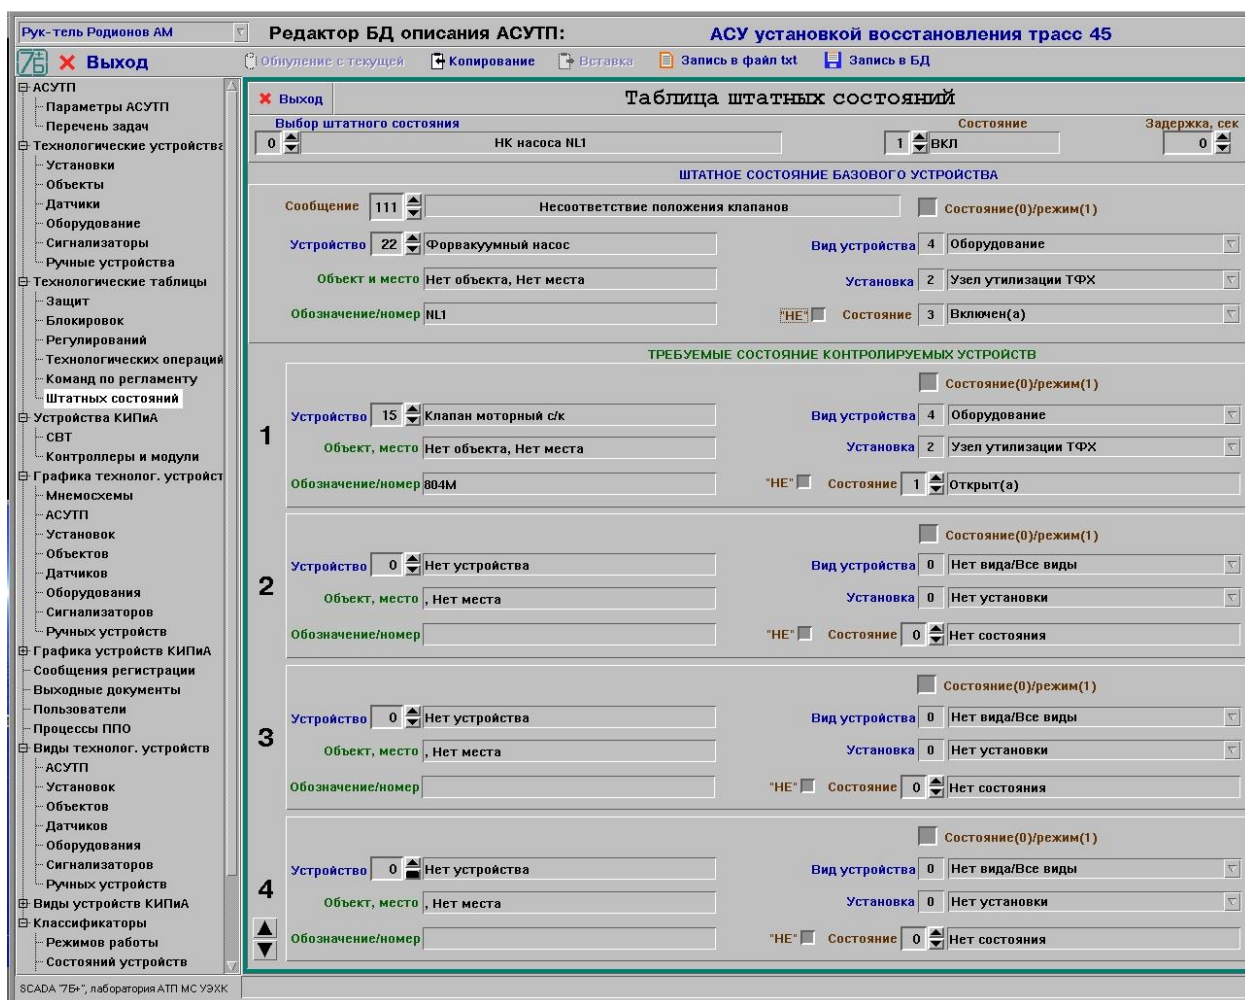

Рисунок 30 – Окно редактирования таблицы штатных состояний
8.20.1 После выбора в иерархическом списке темы «Штатных состояний» (группа тем «Технологические таблицы») на экране будет отображено окно редактирования таблицы штатных состояний (см. рис. 30).